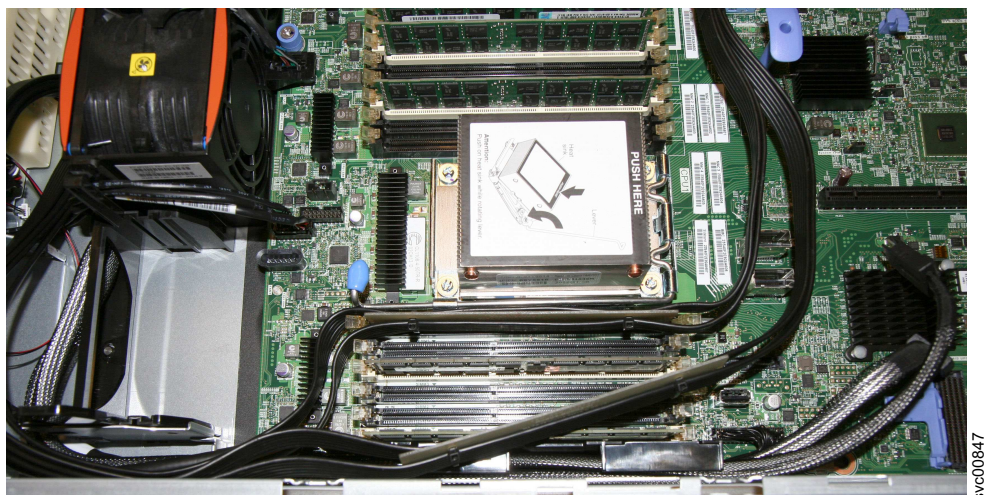

Figura 161. DIMM simulado, slot 6
5. Remova o DIMM simulado do slot 6; o slot é mostrado em Figura 161 na página 202 com o DIMM agrupado pelo cabo sensor de energia.